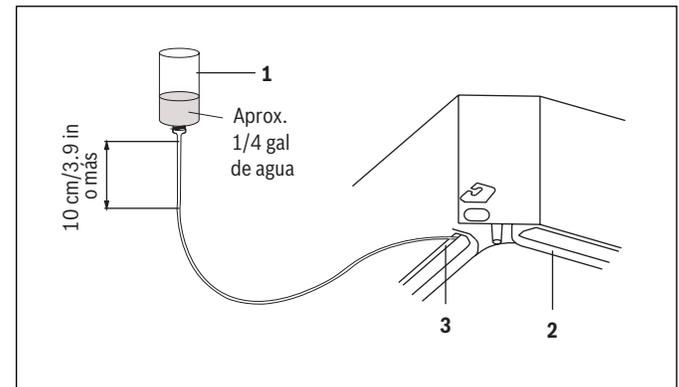

Figura 18
- ▶ Ponga aproximadamente 1/4 gal de agua en la bandeja de drenaje a través de la entrada de aire fresco. Asegúrese de no verter agua sobre la bomba de drenaje ni sobre ninguna pieza eléctrica, incluida la bomba de drenaje. El método para agregar agua se muestra a continuación en la figura 18.